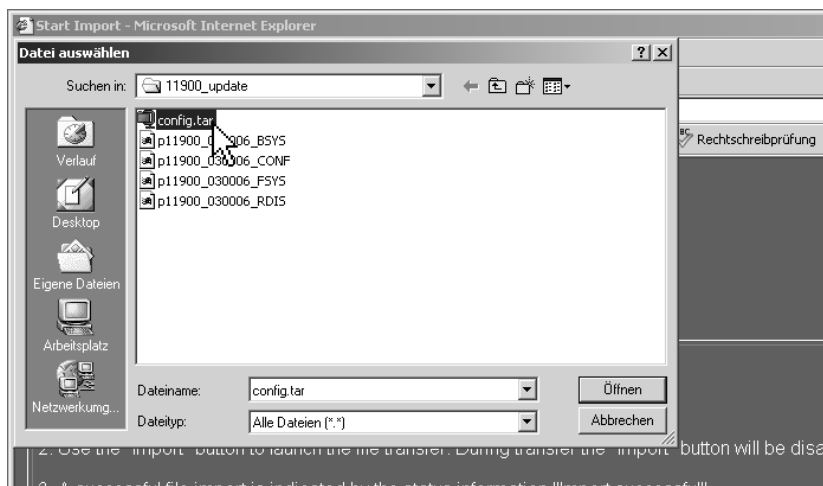

Bild 8-20: Dialog zum Auswählen der Import-Datei („config.tar.gz“)
4. Wählen Sie über den jetzt angezeigten Dialog das Verzeichnis (z. B.: „C:\11900_update“) aus, in dem Sie die Datei „config.tar.gz“ mit den Anwendereinstellungen abgelegt haben. Klicken Sie diese Datei an und klicken Sie anschließend auf „Öffnen“ (siehe Bild 8-20).